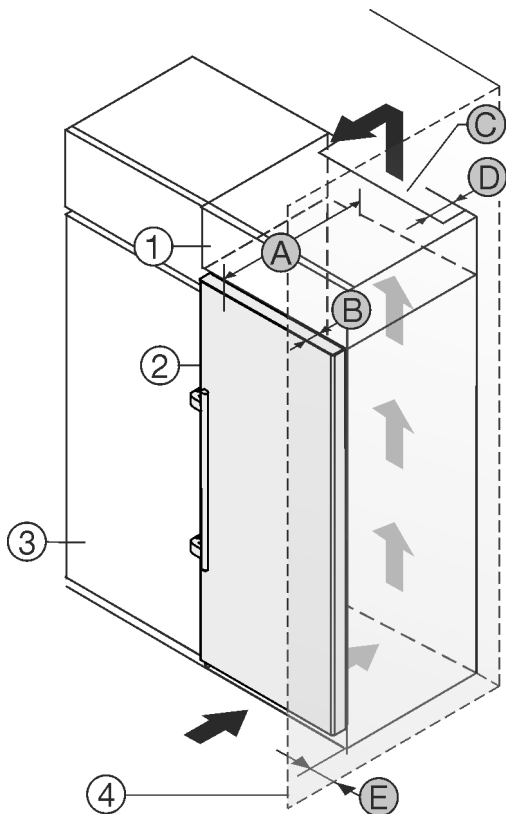

Fig. 24
Přístroj lze zabudovat do kuchyňských skříní. K vyrovnání přístroje Fig. 24 (2) na výšku kuchyňské linky lze na přístroj nasadit nástavec Fig. 24 (1).
Přístroj lze instalovat přímo vedle kuchyňské skřínky Fig. 24 (3). Aby bylo možné dvířka plně otevřít, musí přístroj přesahovat o hloubku Fig. 24 (B) vůči přední linii kuchyňské skřínky. V závislosti na hloubce kuchyňských linek a použití vymeřovačů odstupů od stěny může přístroj vyčnívat dále.
- Na zadní straně nastavné skřínky musí být větrací šachta hluboká Fig. 24 (D) přes celou šířku nastavné skřínky.
- Pod stropem místnosti musí být dodržen ventilační průřez Fig. 24 (C).
Pokud je přístroj se závěsy instalován vedle stěny Fig. 24 (4), musí být dodržena vzdálenost Fig. 24 (E) mezi přístrojem a stěnou. To odpovídá přesahu madla při otevřených dveřích.